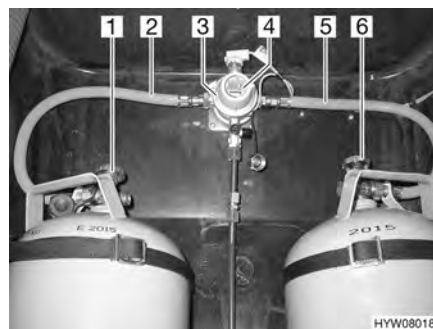
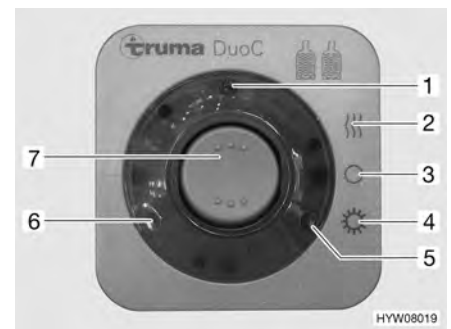

Fig. 92 Impianto di commutazione DuoControl
Fig. 93 Centralina di controllo
L'impianto di commutazione DuoControl è costituito da una valvola di commutazione (Fig. 92,3) e da una centralina di controllo (Fig. 93). La valvola di commutazione è installata tra i tubi del gas (Fig. 92,2 e 5). Con la manopola
(Fig. 92,4) sulla valvola di commutazione è possibile stabilire, quale delle bombole del gas viene utilizzata come bombola in uso e quale bombola del gas viene utilizzata come bombola di riserva.
Sulla centralina di controllo (Fig. 93) possono venire azionate solo le funzioni elettriche. Le valvole principali di arresto delle bombole del gas (Fig. 92,1 e 6) devono essere aperti manualmente.
La valvola di commutazione garantisce una pressione del gas costante, indipendentemente da quale bombola provenga l'alimentazione del gas. Le due spie di controllo sulla centralina di controllo indicano il livello di riempimento della bombola in uso. Se è accesa la spia di controllo verde (Fig. 93,6), la bombola in uso è piena. Se è accesa la spia di controllo rossa (Fig. 93,5), la bombola in uso è vuota. Il rifornimento di gas avviene poi tramite la bombola di riserva.
- Aprire le valvole principali di arresto delle bombole del gas (Fig. 92,1 e 6).
- Con la manopola (Fig. 92,4) sulla valvola di commutazione (Fig. 92,3) selezionare la bombola del gas, da cui proviene la principale alimentazione del gas (bombola in uso).
- Sulla centralina di controllo (Fig. 93) attivare l'impianto di commutazione DuoControl.
Posizionare l'interruttore a bilico (Fig. 93,7) su funzionamento invernale "On e riscaldamento" (Fig. 93,2) oppure su funzionamento estivo "On" (Fig. 93,4). La valvola di commutazione è ora disareata. La spia di controllo gialla (Fig. 93,1) è accesa, se si seleziona la modalità di funzionamento invernale e l'impianto antighiaccio con regolatore è attivato.
- Portare l'interruttore a bilico (Fig. 93,7) in posizione "O" (Fig. 93,3). La spia gialla di controllo (Fig. 93,1) si spegne.
- Chiudere le valvole principali di arresto delle bombole del gas (Fig. 92,1 e 6).
Le spie di controllo sulla centralina di controllo (Fig. 93,5 e 6) segnalano all'interno del veicolo, se la bombola in uso è pronta al funzionamento.
Se la spia di controllo verde (Fig. 93,6) si spegne durante il funzionamento e la spia di controllo rossa (Fig. 93,5) si accende, significa che la bombola del gas selezionata come bombola in uso è vuota e deve essere sostituita. La bombola di riserva continua ad alimentare le utenze a gas.